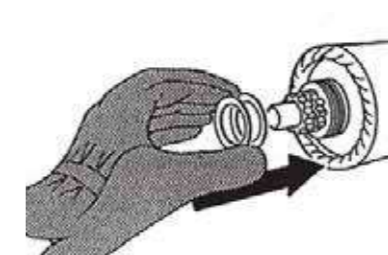

fig.119
6. Inserire sulla brocciatura un numero di rondelle di spessoramento pari alla differenza rilevata al punto 5. (fig.119)